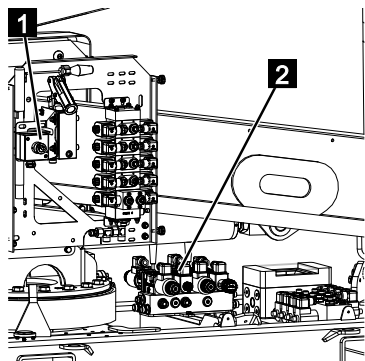

Abb. 128
5. Den Servicetaster (Abb.128/1) betätigen.
6. Das Kettenfahrwerk am Ventilblock (Abb.128/2) durch betätigen der Hebel fahren.